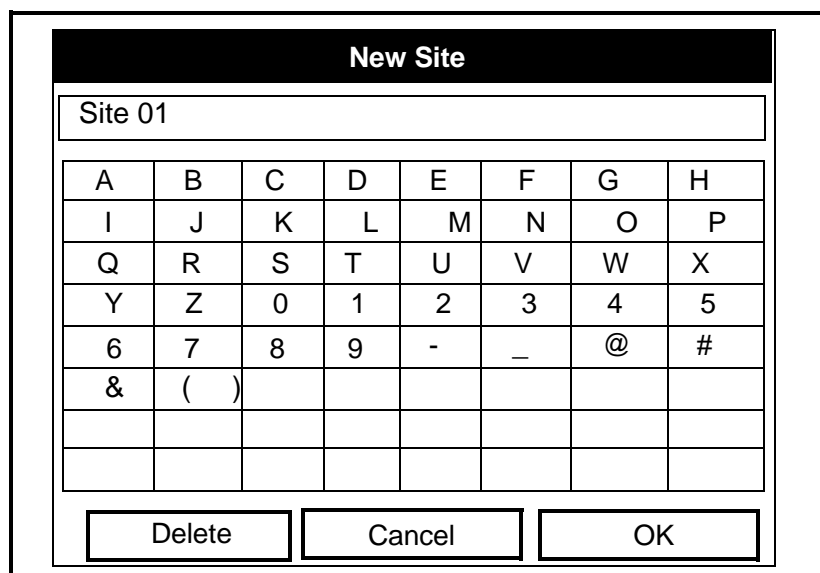

Figura 4-4: Ventana de nombre de ubicación
1. Desplácese hasta la opción *New* (Nuevo) del menú *Site Manager* (Gestor de ubicación) y pulse [ENTER]. Aparecerá una ventana como la de la figura 4-4.